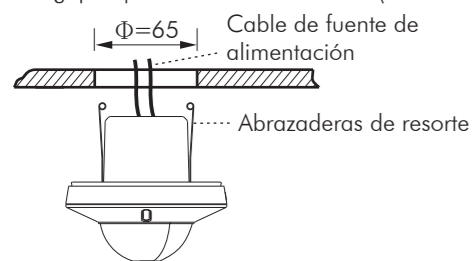

FIG. 11
3.4.2.4 Cierre dos abrazaderas de resorte del detector e inserte el detector en el agujero perforado sobre el techo (Ver FIG.11).